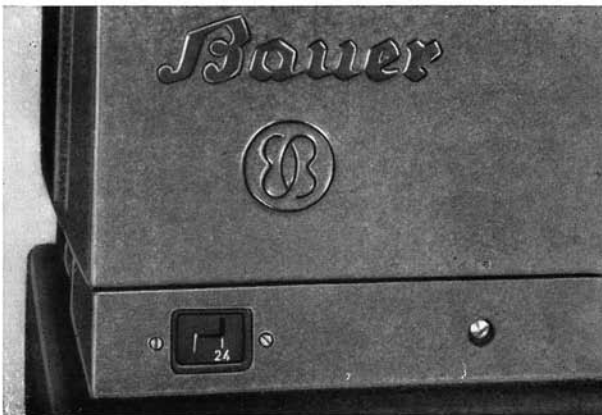
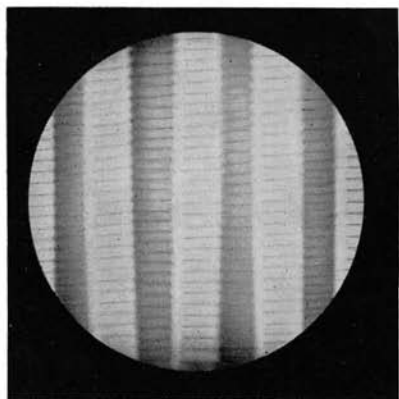

Abb. 20 Anzeiger für Bildwechselzahl bei Geräten mit Hauptstrommotor, rechts davon Lampenjustierschraube
Abb. 24 Richtige Lampeneinstellung
3. Motor-Kupplung einschalten. — Bei Gerät mit Hauptstrommotor Drehknopf soweit weiterdrehen, bis der Geschwindigkeitsanzeiger die gewünschte Bildwechselzahl anzeigt. (Siehe Abb. 20.)
Geringe Maßabweichungen der Projektionslampen machen es nötig, daß zur Erzielung der höchst möglichen Lichtausbeute jede neue Lampe zu Konsensor und Spiegel ausgerichtet wird. Dazu bedient man sich der im Geräte-Innern eingebauten Lupe. Wenn man nach Einschalten des Hauptschalters bei Stellung der Kupplung auf „0“ den Lichtabschlußschieber öffnet, befindet sich diese Lupe im Lichtweg und bildet die Glühdrähte der Lampe auf dem Bildschirm ab. Sind im projizierten Bild zwischen den glühenden Drahtwendeln dunkle Stellen zu erkennen, dann muß die Lampe durch Drehen der Einstellschraube (Abb. 20) so weit seitlich verschoben werden, bis sich gemäß Bild 24 eine lückenlos helle, den ganzen Bildkreis ausfüllende Fläche ergibt. — An der Stellung von Spiegel und Kondensator darf nichts geändert werden.